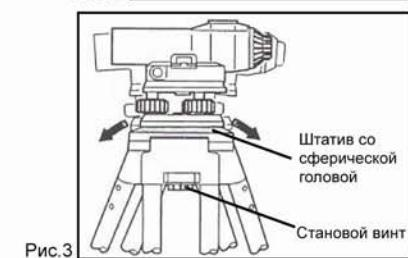

Рис.3
- Придерживая прибор на штативе, закрутите становой винт. (Рис.3)